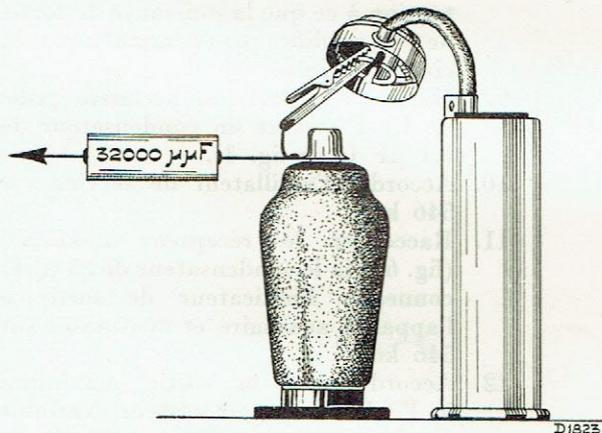

Fig. 2
7. Appliquer un signal modulé de 128 kc. à la 4e grille de L1 à travers un condensateur de 32.000  $\mu\mu\text{F}$  (fig. 2).